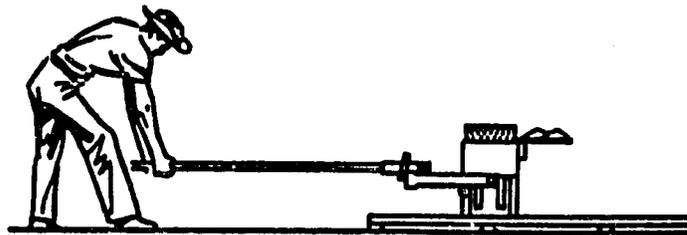

FIG. 12 - Ejection du bloc
- (l) Abaisser le levier avec force pour éjecter le bloc (voir Figure 12). Si le bloc est fendu ou déformé, on ne doit pas l'utiliser. Lire les instructions aux paragraphes 1 à 10, pages 22-24, "En cas de problèmes."